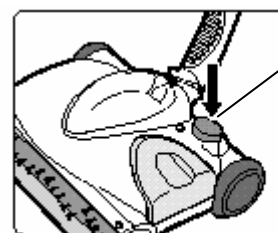

Fig. 4
2. Presionar el interruptor para hacer funcionar el barredor, y volverlo a presionar para apagarlo. (Fig. 4)